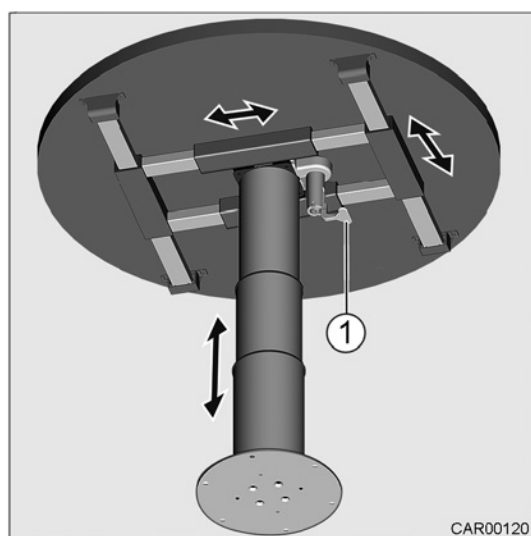

Fig. 86 Table abaissable (sans levier)
1. Rabattre le levier (Fig. 86/1) pour desserrer la fixation du dessus de table.
3. Relever le levier (Fig. 86/1) pour fixer le dessus de table.